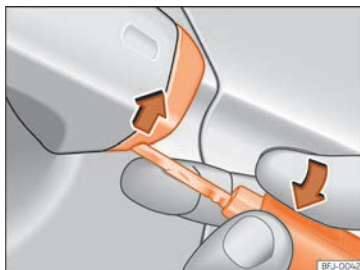

Abb. 81 Fahrertürgriff: Abdeckklappe abhebeln.
- Den Schlüsselbart am Fahrertürgriff in die untere Öffnung der Abdeckklappe stecken **»» Abb. 81** und die Abdeckklappe von unten nach oben anheben.